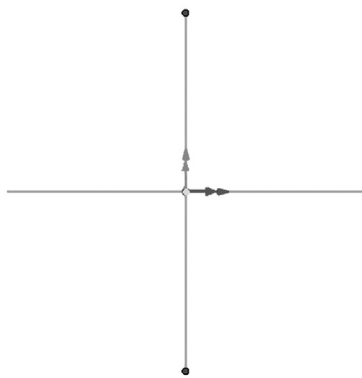

图 1-2-2 水平垂直线
(1) 单击主菜单的“三维曲线”→“三维曲线”按钮，按 F5 键使 X-Y 平面正视。
(2) 单击“直线”→“当前命令：水平/垂直线”按钮，设置“长度：250”，结果如图 1-2-2 所示。